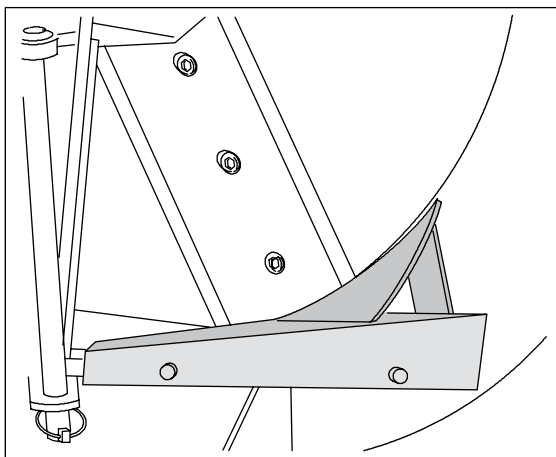

Рис. 2. Установка монтажного блока
1. В конструкцию гидравлического питателя и механических питателей входят монтажные блоки, которые устанавливаются между рубильной машиной и питателем. Монтажные блоки устанавливаются таким образом, чтобы два направляющих штифта, расположенных у нижней части отверстия питателя, вошли в отверстия в монтажном блоке и зафиксировали этот блок. См. рис. 2.